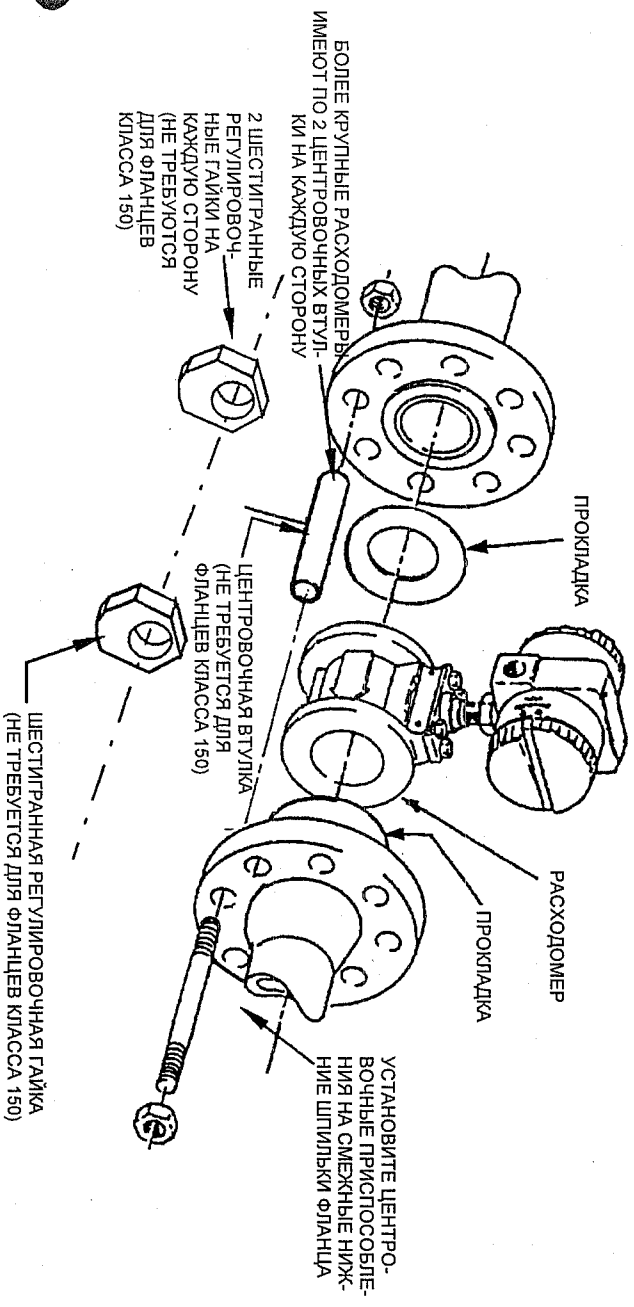

Рис. 7. Центровка расходомера 83W (с использованием регулировочных гаек или втулок)
1. См. рис. 7. Вставьте первую шпильку через нижний по потоку фланец в одно из нижних отверстий, проведя ее через центровочные втулки или две распорные шестигранные гайки, а затем через верхний по потоку фланец. Наденьте гайки на оба конца шпильки, но не затягивайте их.